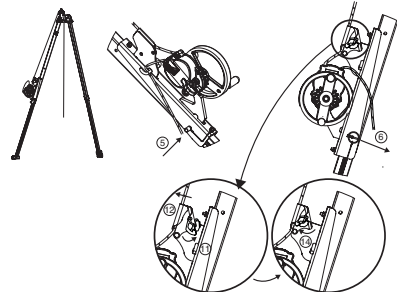

Fig. 9
**IMPORTANT:** Attention au sens de montage: le bloqueur de drisse doit être dirigé vers le haut du trépied tracpode (Fig. 9).
5. Mettre en place la broche d'amarrage de la console pour appareil derope™ UP R. Cette broche d'amarrage remplit deux fonctions: verrouillage de la jambe du trépied tracpode et amarrage de la console pour appareil derope™ UP R sur cette jambe (Fig. 9, 5).
6. Verrouiller la broche d'amarrage par la goupille clips (Fig. 9, 6).
11. Ouvrir le coinqueur de drisse de la console (Fig. 9, 11).
12. Introduire la drisse sortant de l'appareil derope™ dans le coinqueur de drisse de la console (Fig. 9, 12).
14. Fermer le coinqueur de drisse (Fig. 9, 14).